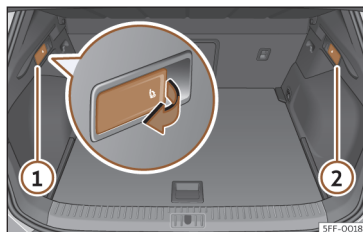

Fig. 103 Na bagageira: alavancas para o desbloqueio do encosto traseiro.
- Puxe a alavanca de desbloqueio à distância da parte esquerda >>> **Fig. 103** ① ou direita ② do encosto no sentido da seta. A parte desbloqueada do encosto traseiro rebate-se automaticamente para a frente.